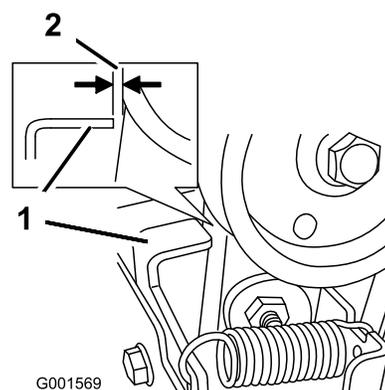

Figure 50
3. Lorsque le levier de commande de la vis sans fin/turbine est désengagé, vérifiez qu'il existe un écart de 1,5 mm (1/16 po) entre l'embrayage de vis sans fin et la patte (Figure 50).